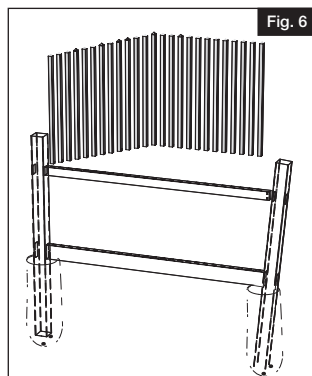

Fig. 6
- Empezando por el lado izquierdo, inserte las estacas o tablones hacia abajo a través del travesaño superior. Finalice encajando los estacas o tablones en el travesaño inferior (Fig. 6).